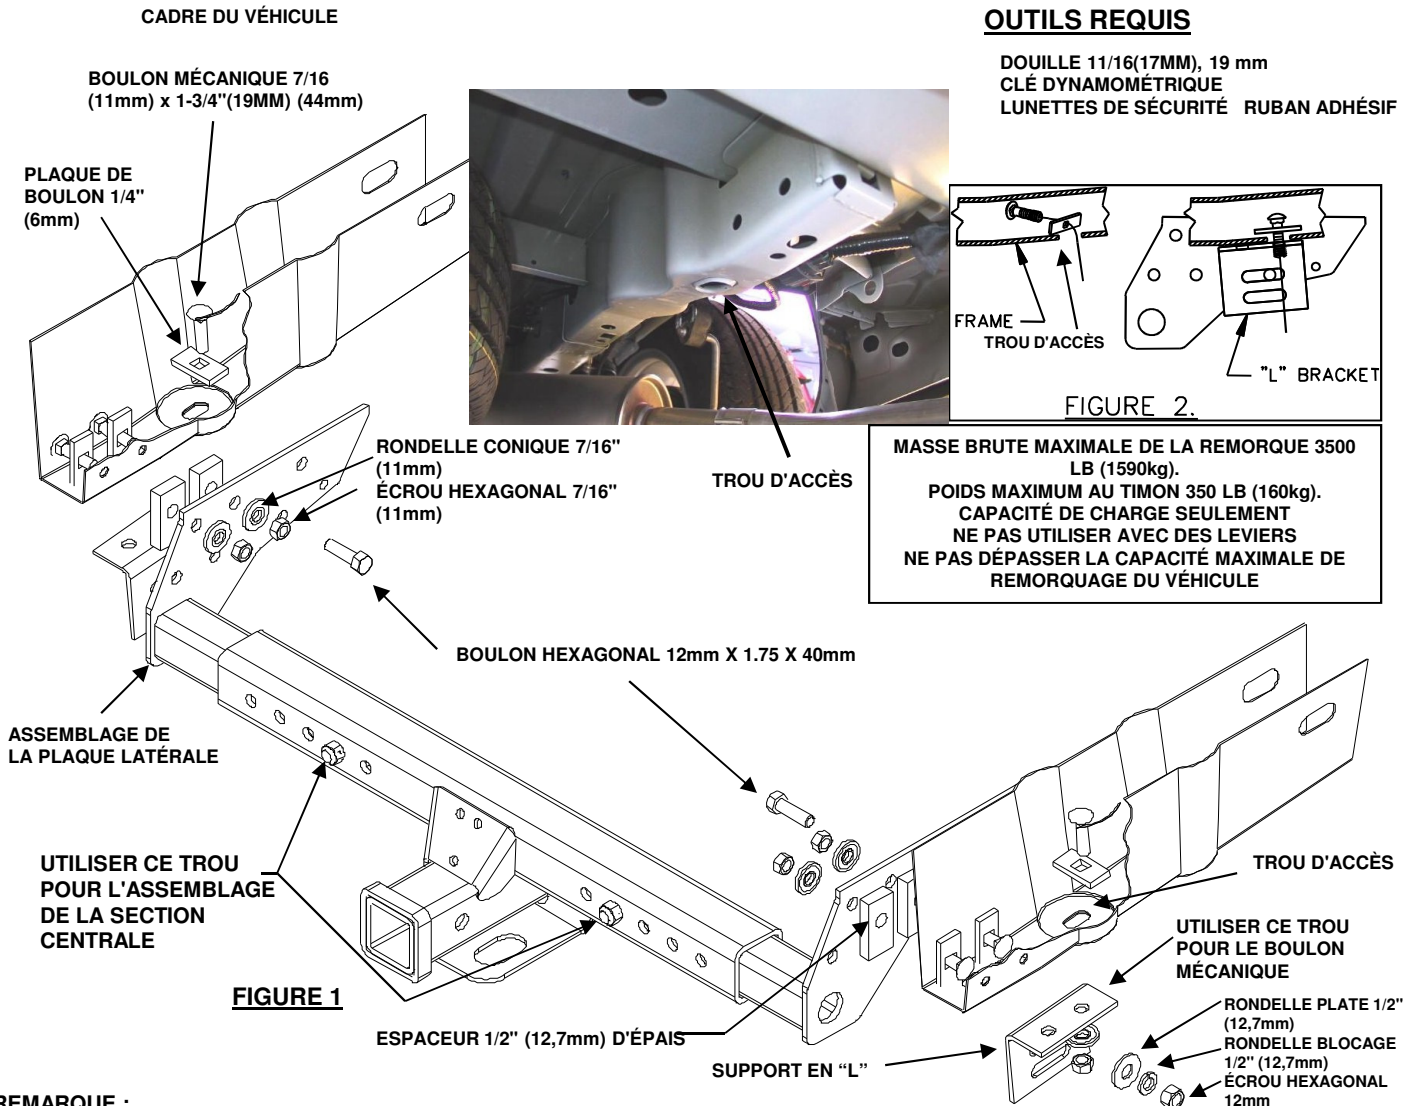

FIGURE 1
8. Aligner le trou du support en "L" avec le boulon mécanique 7/16" (11mm) et installer, sans serrer, une rondelle conique 7/16" (11mm) et un écrou hexagonal sur le boulon. Utiliser un boulon 12mm x 40mm (fileté en entier), une rondelle plate 1/2" (12,7mm) et un écrou hexagonal 12mm, fixer le support en "L" à la plaque latérale comme indiqué dans les figures 1 et 2 les deux côtés sont montrés.